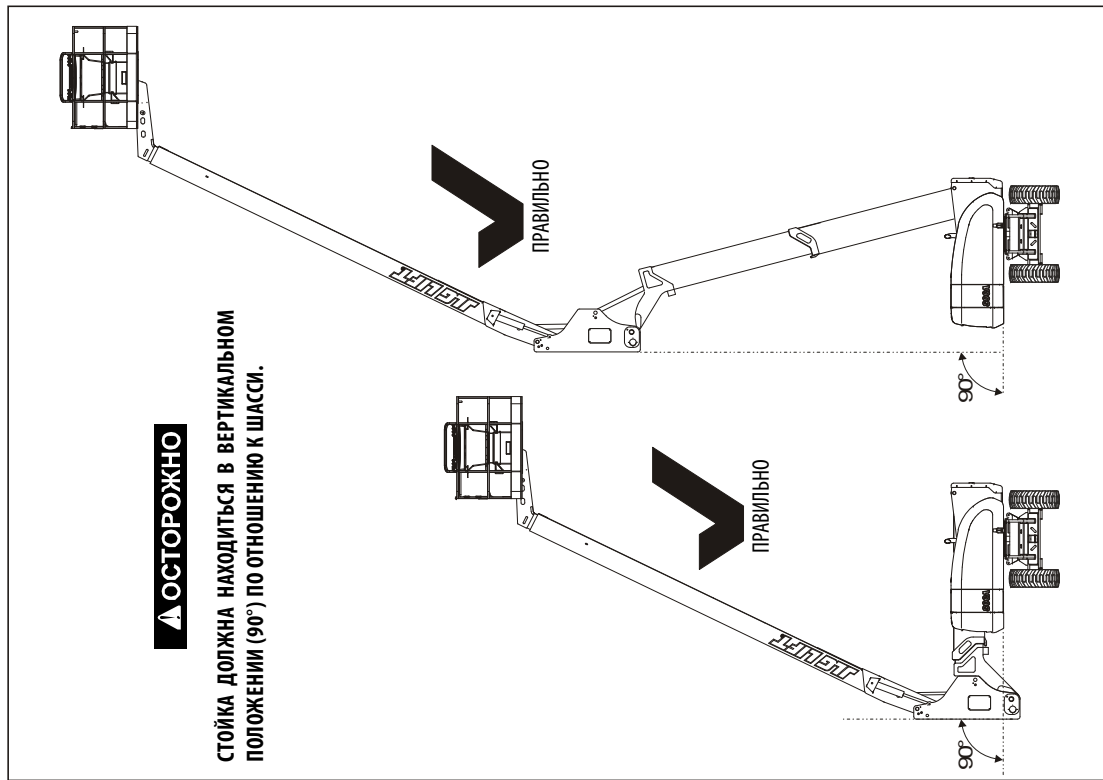
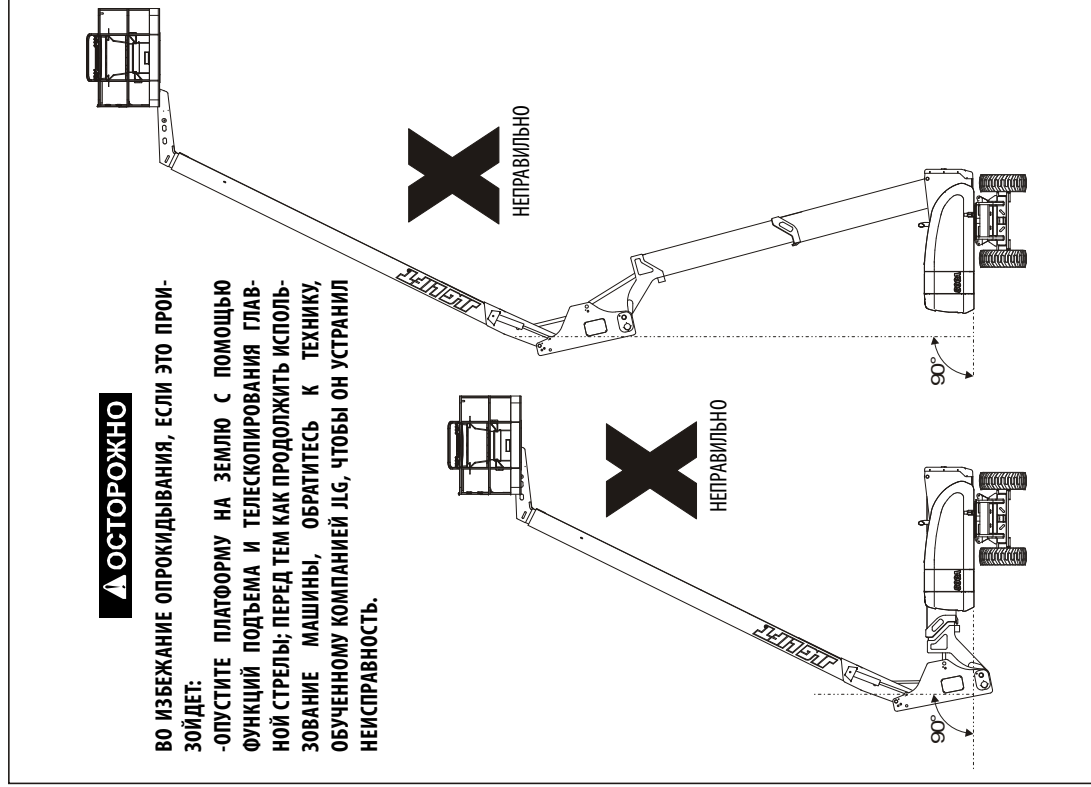

Рис. 2-3. Положение стойки стрелы — правильное
Рис. 2-4. Положение стойки стрелы — неправильное
- c. Поднимите основную секцию нижней стрелы приблизительно на 40 градусов, затем опустите нижнюю стрелу ниже горизонтального положения. При подъеме и опускании нижней стрелы наблюдайте за положение стойки. Убедитесь, что стойка остается в вертикальном положении по отношению к шасси. См. Рис. 2-3. и Рис. 2-4.